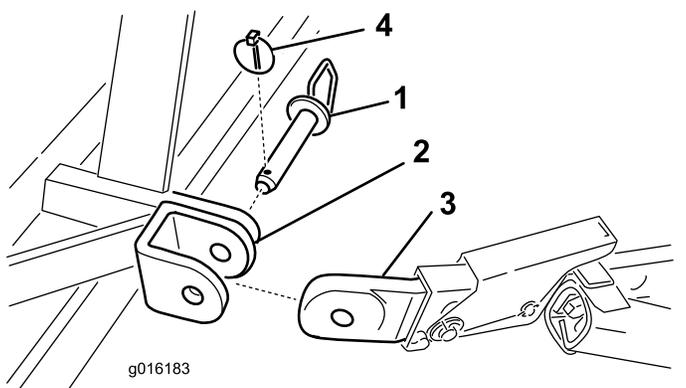

図 4
5. 下リンクアームをエアレータ取り付けブラケットに、ヒッチピンとリンチピンを使って取り付ける **図 4**。